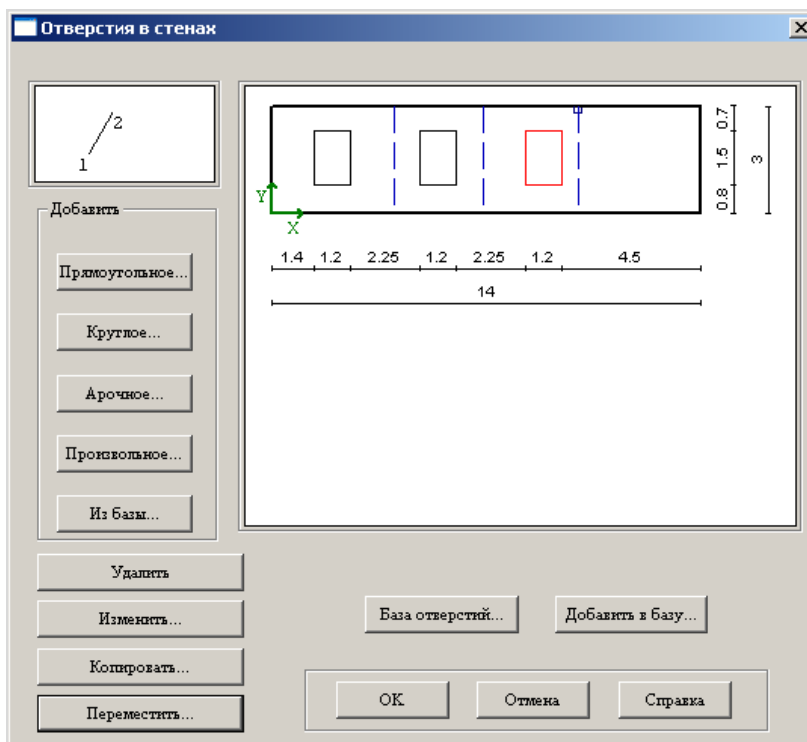

Рис.1.6.12. Окно диалога **Отверстия в стенах**
- В открывшемся окне диалога **Отверстия в стенах** (рис.1.6.12, см. ниже) выполните следующие действия:
- В открывшемся окне диалога **Отверстия в стенах** (рис.1.6.12) выполните следующие действия:
- щелкните на рисунке стены внутри контура отверстия 3 – выбранное отверстие обозначится красным цветом (рис.1.6.12).